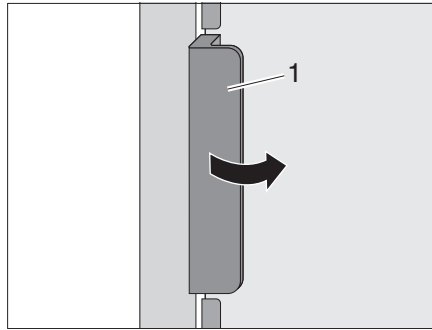
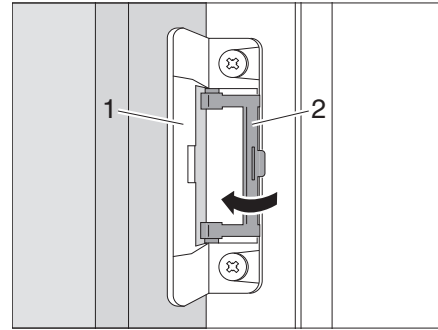

Bild 334 Öppna kylskåpsdörren
Bild 335 Låsa i ventilationsläge
Öppna: ■ Öppna kylskåpsdörren med handtaget (Bild 334,1). Låset (Bild 335,1) lossas automatiskt.
■ Fäll upp spärren (Bild 335,2).